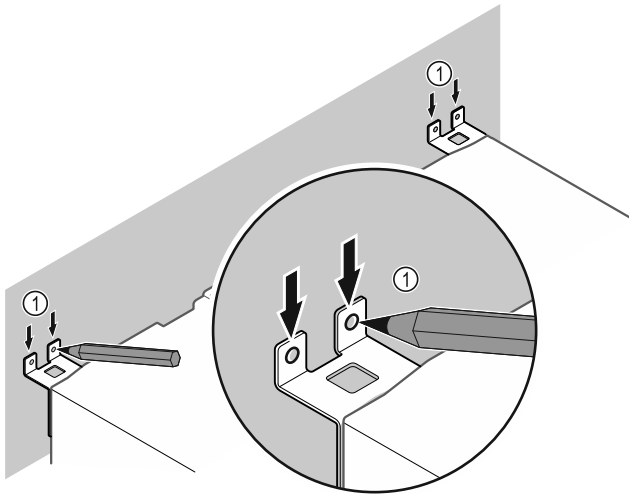

Fig. 11
- ▶ Puneți marcaje pe perete Fig. 11 (1).